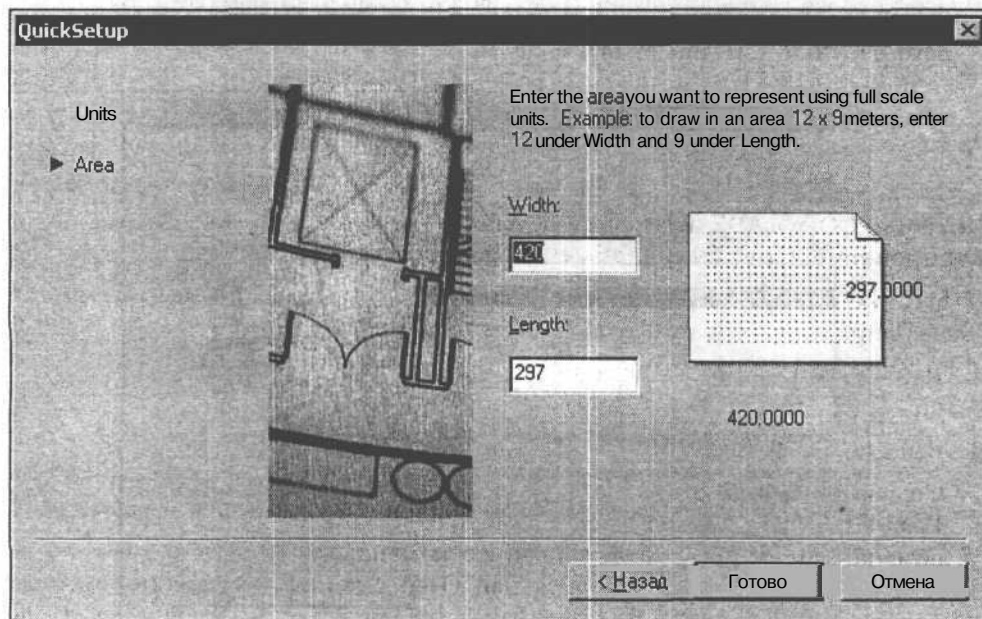

Рис. 5.16. Второе окно Мастера быстрой подготовки
4. Выберите десятичные **Decimal** (Десятичные) единицы измерения и щелкните мышью на кнопке **Next** (Далее). Появится второе диалоговое окно **QuickSetup** (Быстрая подготовка) Мастера быстрой подготовки (рис. 5.16).